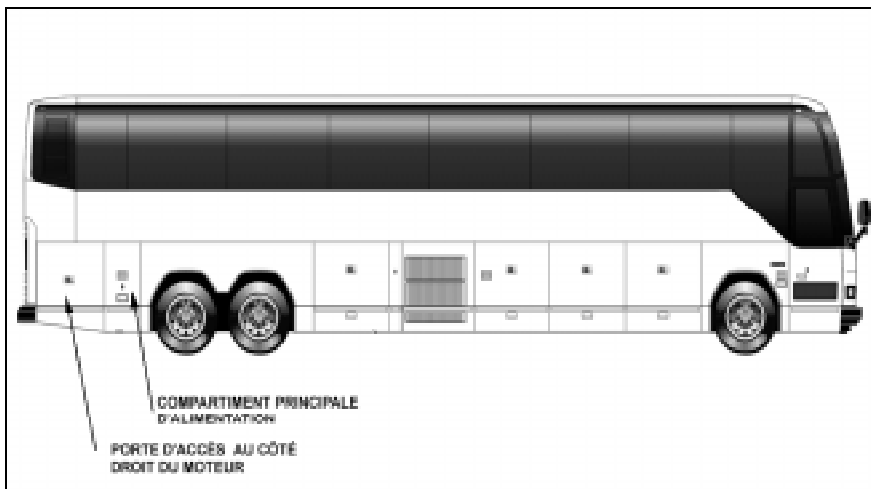
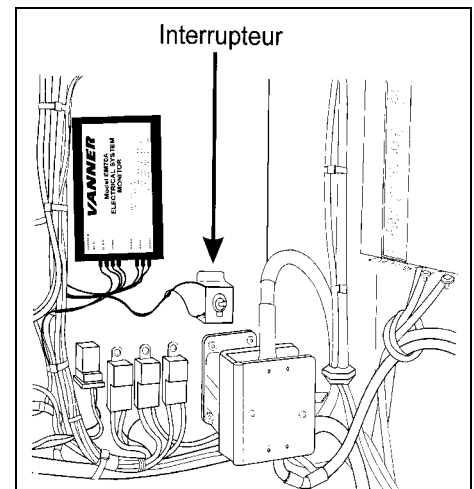

FIGURE 1 : PORTES D'ACCÈS ET COMPARTIMENTS
FIGURE 2 : INTERRUPTEUR PRINCIPAL D'ALIMENTATION
1. Ouvrir la porte d'accès au côté droit du moteur (figure 1).
5. Ouvrir la porte du compartiment principal d'alimentation (figure 1) et couper l'alimentation électrique en mettant l'interrupteur principal d'alimentation en position d'arrêt "OFF" (figure 2).